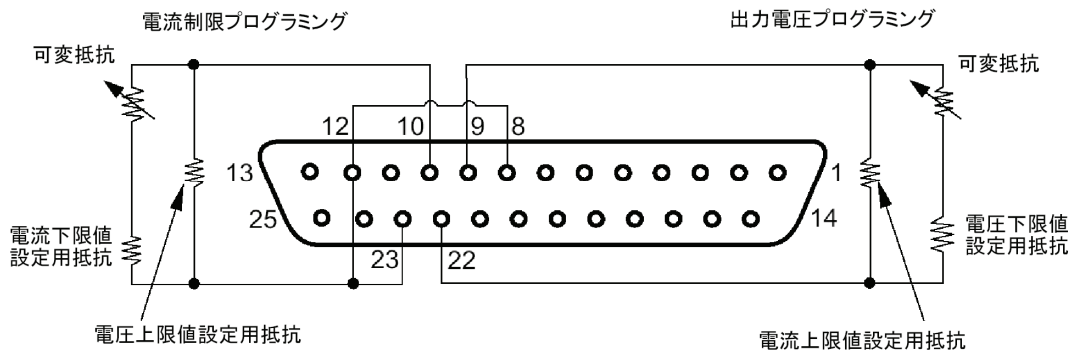

図 6-2 リモートプログラミング抵抗 (J1 コネクタはリアパネルから見た図)
◆ 図 6-2 および 4-5-1 項の図 4-4、表 4-4 参照してください。
(6) 図 6-2 に示すようにプログラミング抵抗を J1 のプラグ側に接続してください。出力電圧・電流制限プログラミングのグラウンドはそれぞれ J1-22(VPM_RTN)、J1-23 (IPGM_RTN)です。